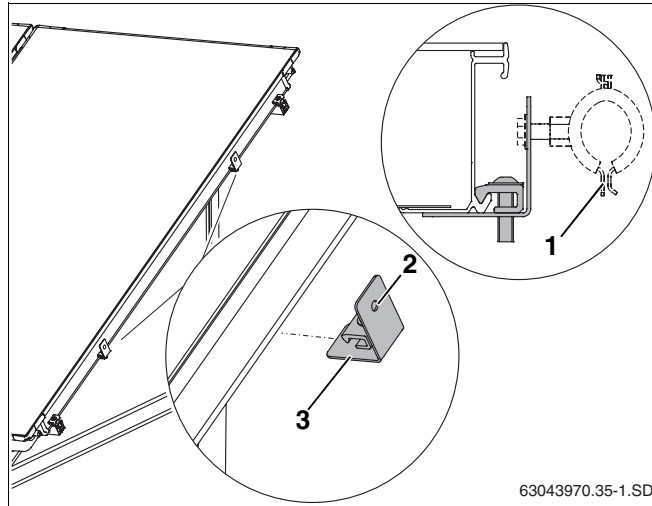

Fig. 56 Fijación del soporte al marco del colector
Recomendamos el uso de abrazaderas comunes (fig. 56, **pos. 1**) para la fijación de tubos colectores a la rosca M8 del soporte (fig. 56, **pos. 2**).
- ▶ Introduzca el soporte (fig. 56, **pos. 3**) en el marco del colector y apriete el tornillo con la llave SW5.